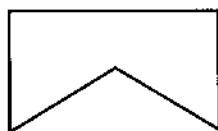

图 8
8. 以平面 H 面投影作为俯视图 (图 8), 按厚度为 15, 完成该立体的主、左视图。